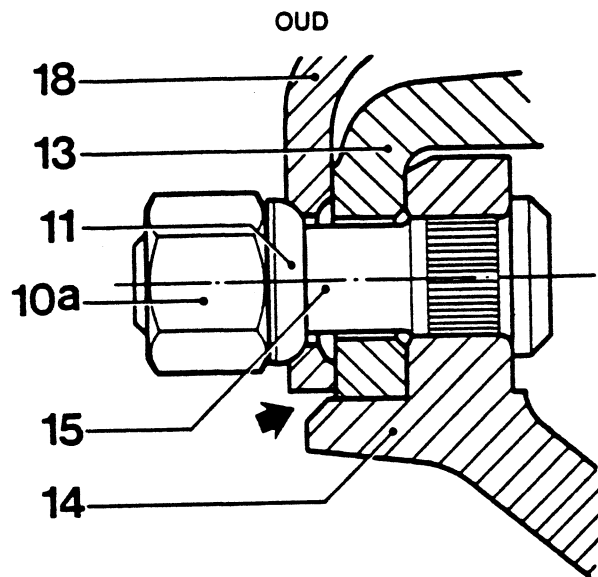
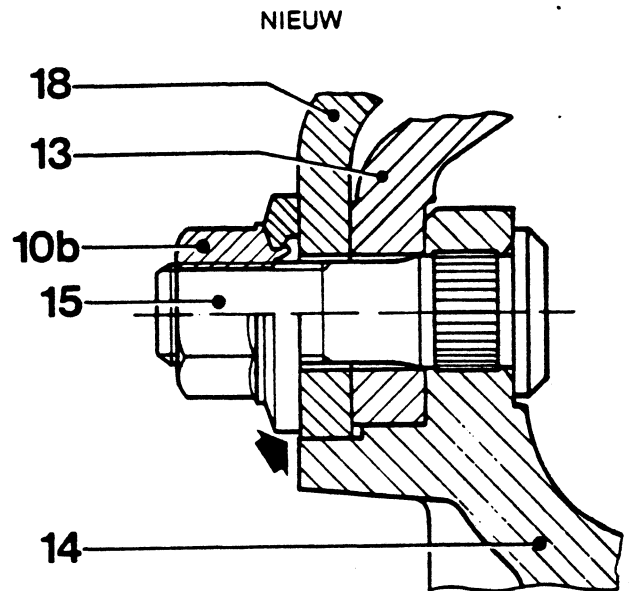

Fig. 1
Fig. 2
In Fig. 1 en Fig. 2 zijn twee methodes van wielbevestiging weergegeven zoals die bij DAF voor kunnen komen. De bevestiging zoals getekend in Fig. 1 is de oude constructie en wordt "boutcentrering" genoemd.
Velg 18 wordt hierbij gecentreerd door een bolle veerring 11 en wielbout 15. Het doorvoergat in velg 18 voor wielbout 15 heeft dezelfde bolle vorm als veerring 11 waardoor een goede centrering wordt verkregen. Velg 18 ligt bij deze constructie vrij van naaf 14; zie de pijl in Fig. 1. De wielbouts moeten hierbij zowel het gewicht van het voertuig als de aandrijf- en remkrachten opnemen.
In Fig. 2 is de nieuwe uitvoering getekend. De constructie hierbij is zodanig dat velg 18 gecentreerd wordt op naaf 14; zie de pijl in Fig. 2. Het doorvoergat in velg 18 voor wielbout 15 is volkomen recht. Het gewicht van het voertuig wordt hierbij via de velg op de naafrand overgebracht zodat de wielbouts geen draagkrachten meer op hoeven te nemen. Om bij deze "naafcentrering" de aandrijf- en remkrachten, die opgenomen worden door het aanlegvlak tussen velg 18 en remtrommel 13 (Fig. 2), goed over te kunnen brengen is de
- Wielmoer 10b (Fig. 2) is voorzien van een drukring die ervoor zorgt dat: